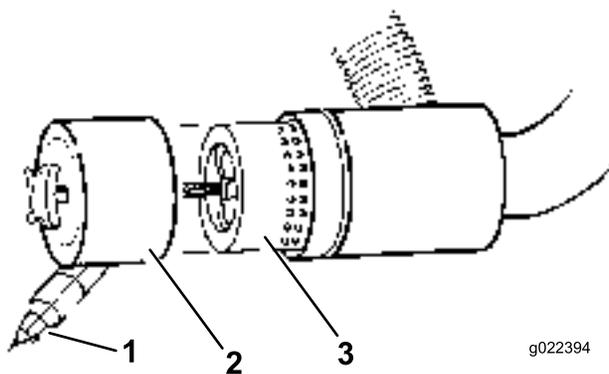

Figura 46
4. Retire e substitua o filtro (Figura 46).